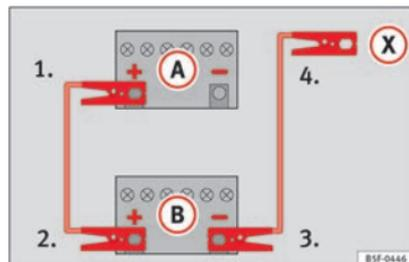

Abb. 133 Anschlusschema für Fahrzeuge ohne Start-Stopp-System.
- mit der entladenen Fahrzeugbatterie **(A)** an »» **Abb. 133**.
4. **Bei Fahrzeugen ohne Start-Stopp-System:** ein Ende des *schwarzen* Starthilfekabels an den Massepunkt **(-)** des Strom gebenden Fahrzeugs **(B)** »» **Abb. 133** anklemmen.